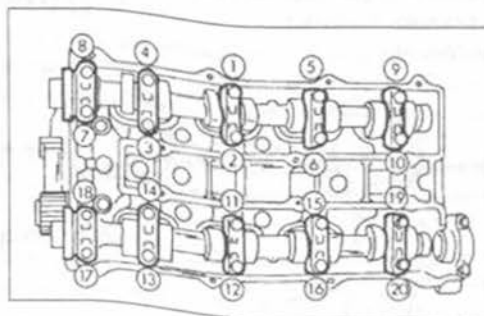

Рис. 56.
- Крышки осторожно забить молотком и вставить болты. Болты затянуть с указанным моментом затяжки, действуя от середины к краям, чтобы прижать пластмассовый провод по ширине. У двигателей с двумя распределительными валами соблюдать при этом точную последовательность затяжки крышек подшипников, которую можно позаимствовать из рис. 56. Распределительный вал (валы) теперь не нужно больше поворачивать.